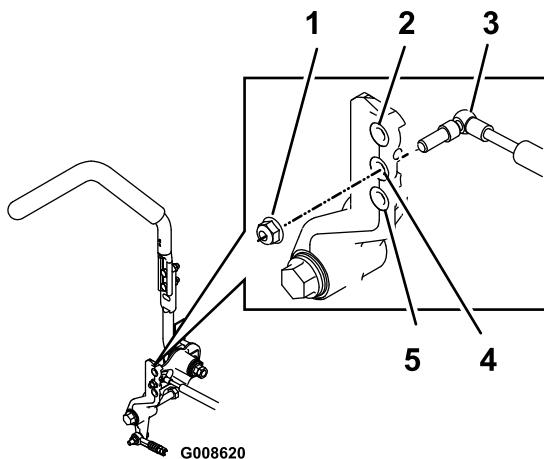

**Figure 83**
10. Réglez la longueur des tiges de pompes en tournant les doubles écrous dans le sens voulu jusqu'à ce que les roues tournent légèrement en marche arrière (Figure 83).